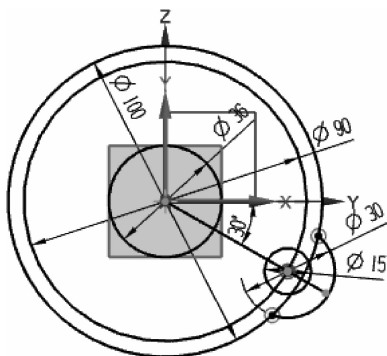

图 2-18 快速修剪多余的线段
(6) 在“草图”工具条中单击  图标, 弹出“快速修剪”对话框, 快速修剪多余的线段, 如图 2-18 所示。